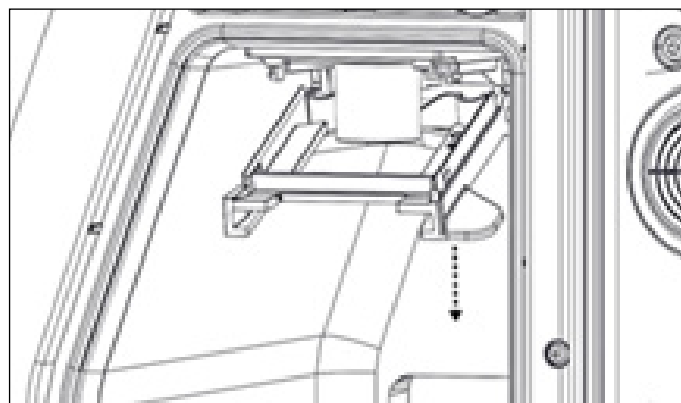

Figure 81
2. Déverrouillez le support du sac à poussière (22) (**Fig. 4**) en tirant fermement vers le bas (**Fig. 81**).
2. Si un sac à poussière est installé, retirez le sac à poussière du support de sac à poussière (22) (Fig. 4) en tirant fermement sur le brassard du sac à poussière et en le faisant glisser vers vous (Fig. 81).